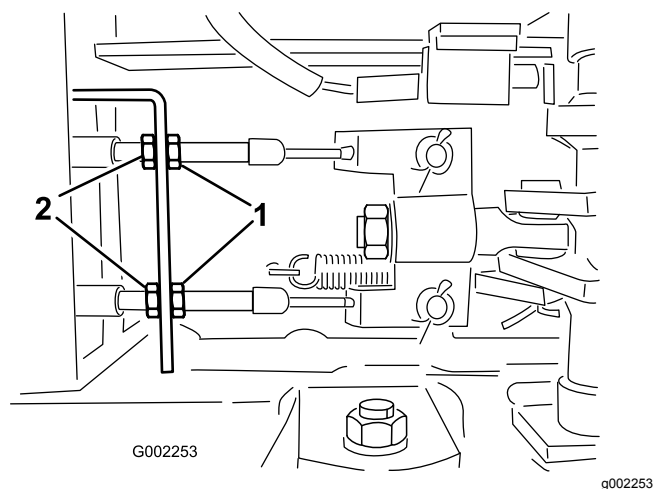

図 90
5. ブレーキケーブルの車両前端側にある前ジャムナットをゆるめる (図 90)。
6. 後ナットを均等に締めて、ブレーキペダルの遊びを 10-20 mm に調整する (図 90)。